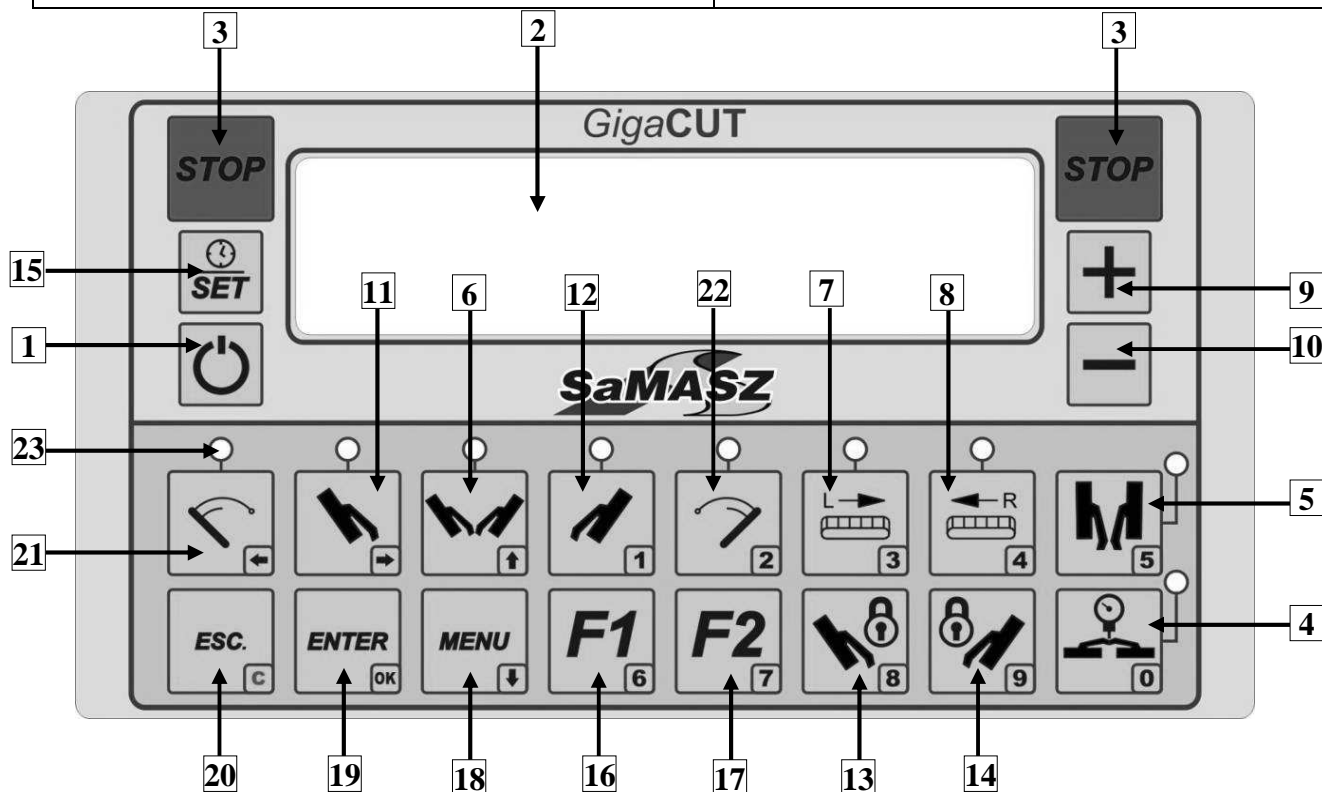

Abb. 19. Steuerpult – Funktionsbeschreibung
Um das Mähwerk in der Transportstellung am Vorgewende zu stellen, sollte man den Knopf (1)  auf der **Abb. 19** drücken.
Um die Querförderbänder einzuschalten und das linke Querförderband (L) zu betätigen, gilt es den Knopf (7)  zu drücken und auf das Aufleuchten der Leuchtdiode zu warten. Das Drücken des Knopfes (8) , welches ebenfalls durch das Aufleuchten der Leuchtdiode signalisiert wird, bewirkt die Betätigung des rechten Querförderbandes (R). Das Ausschalten der Querförderbänder wird durch das erneute Drücken der gleichen Tasten bewirkt (**Abb. 19**).